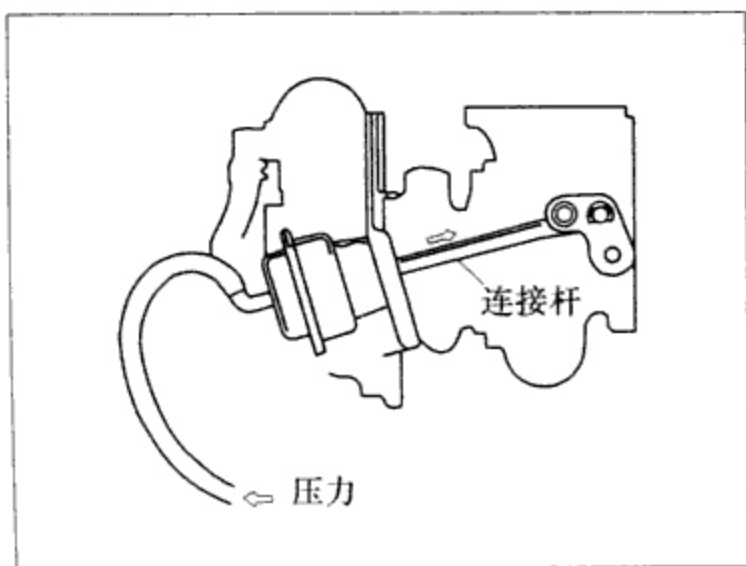

图9-2-1 检查废气口工作状况
- (1) 拆卸下废气口和进气管之间的软管。
- (2) 连上压力表。
- (3) 检查当用约0.2 Pa(665 mmHg)的压力施加到废气口上时,连接杆是否开始移动,见图9-2-1。